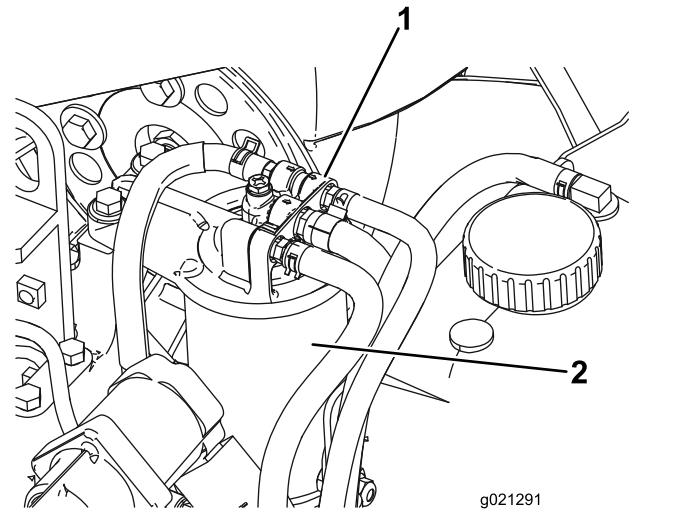

Figura 58
1. Limpie la zona alrededor de la cabeza del filtro de combustible (**Figura 58**).
2. Retire el filtro y limpie la superficie de montaje de la cabeza del filtro (**Figura 58**).